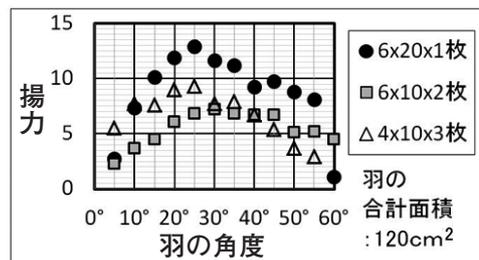

図5 羽の合計面積を同じにした実験
- (4) 羽の合計面積を同じにして、枚数や形を変えると揚力はどうなるかを調べた(図5)。羽の合計面積は同じなのに揚力は同じにならなかった。羽1枚の揚力が一番大きいのは、羽どうしの影響が無いからだろう。しかし、羽の間隔が同じぐらいの羽2枚と羽3枚で、揚力が同じぐらいにならないのはなぜかを考えてみた。羽の縦横比が関係しているのではないだろうかと考え、追加の実験をすることにした。